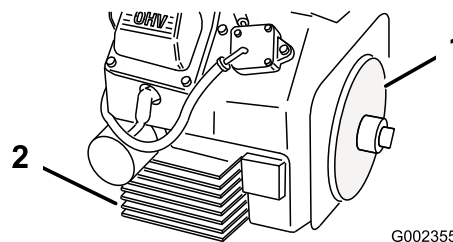

**Рисунок 21**
2. Отсоедините провода от свечей зажигания (Рисунок 21).